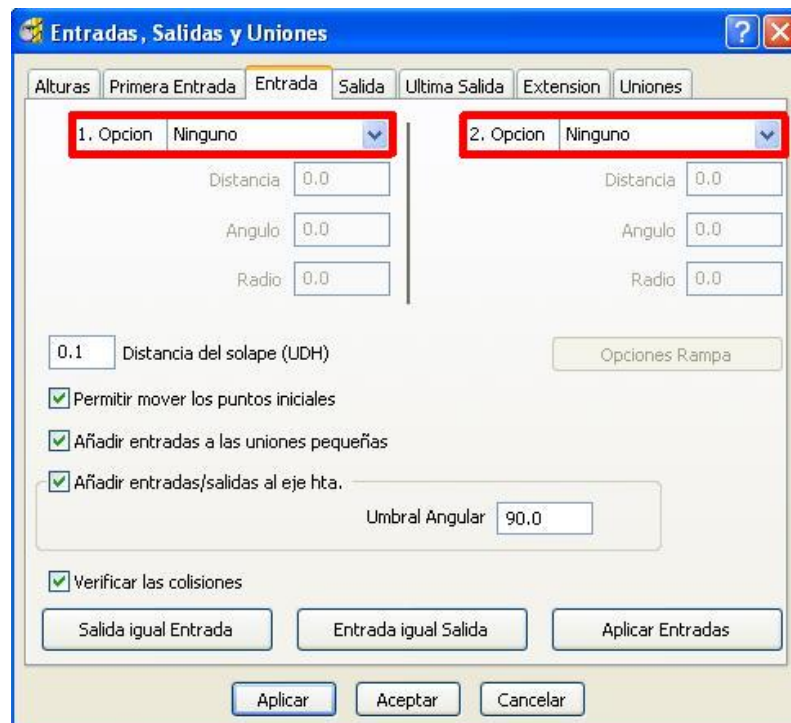

Figura 2.186 Cuadro de diálogo Entradas, Salidas y Uniones.
- En el cuadro de diálogo Entradas, Salidas y Uniones, seleccionar la pestaña Entradas e introducir (Figura 2.186):